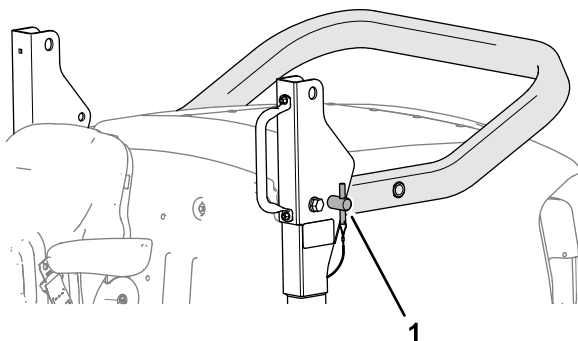

Figura 28
2. Rimuovete i perni del roll bar dalle staffe orientabili (Figura 28).